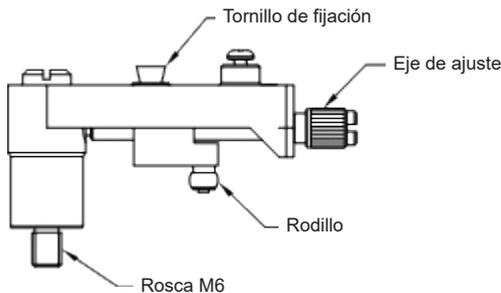

Fig. 16 Montaje del span lineal
Montaje central: si el eje del actuador se mueve hacia abajo cuando la señal de entrada aumenta, monte el "Span" en el orificio roscado M6 inferior como en la Fig. 16 siguiente. (DA)